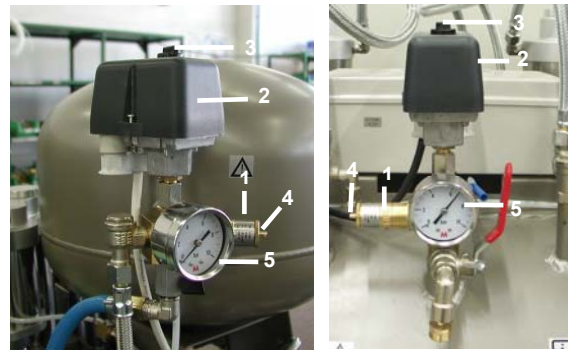
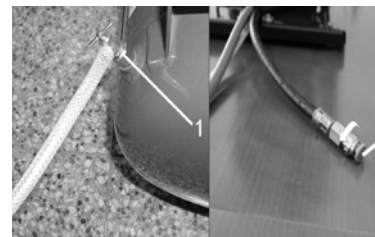
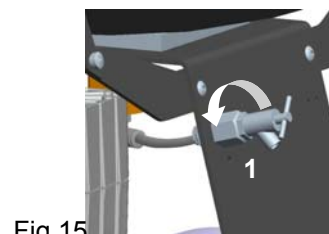

Fig.13
Fig.14
Fig.15
(Fig.13)
Compresseurs sans sécheur d'air (Fig.14, Fig.15)
(Fig. 13)
Au cas où le compresseur ne sera pas utilisé pendant une période plus longue, il est recommandé de vidanger le liquide condensé du réservoir de pression et mettre le compresseur en fonctionnement pour une durée d'environ 10 minutes avec la vanne de purge (1) ouverte – (Fig.14, Fig.15) Ensuite arrêter le compresseur par le rupteur (3) sur l'interrupteur de pression (Fig.13), fermer la soupape de vidange du condensé et débrancher l'installation du réseau.
- Laisser sortir l'air comprimé du réservoir en ouvrant la soupape de vidange du condensé (1) (Fig.14, Fig.15).